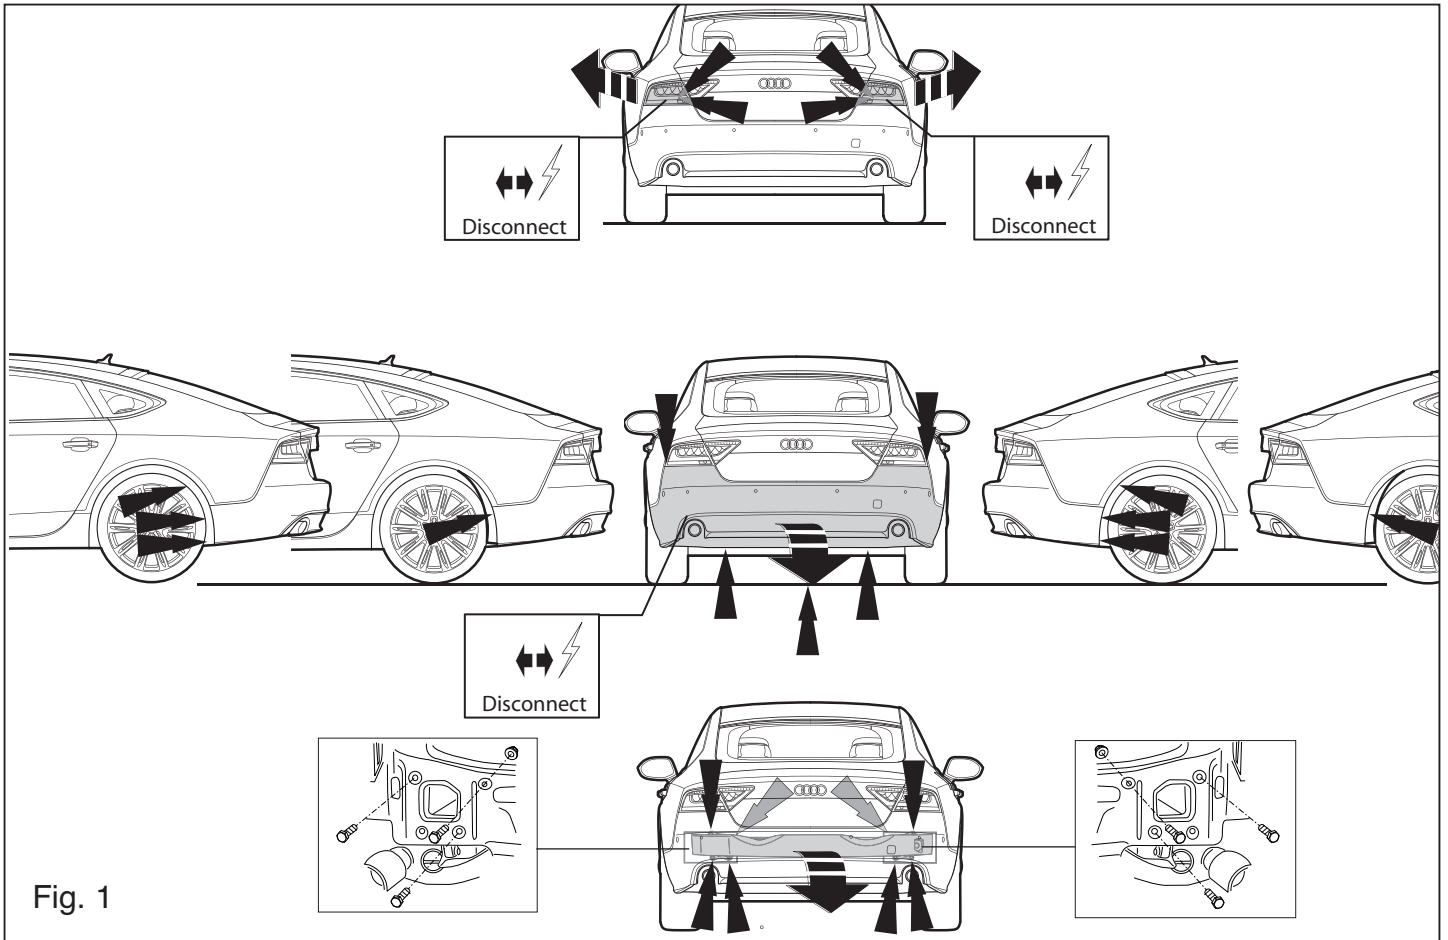

Fig. 1
1. Снять бампер вместе со стальным буферным брусом автомобиля; буферный брус больше не понадобится. Поставить болты на место. См. рисунок 1.